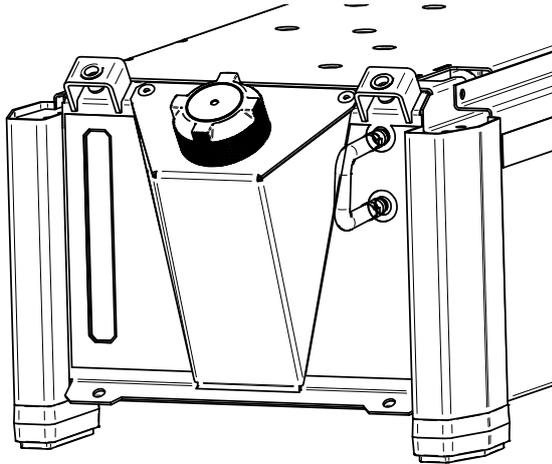

Figura 36
- Ligue o tubo com o conector rápido de água (adicionado ao equipamento) à entrada do refrigerador e à tomada de saída (Figura 36).